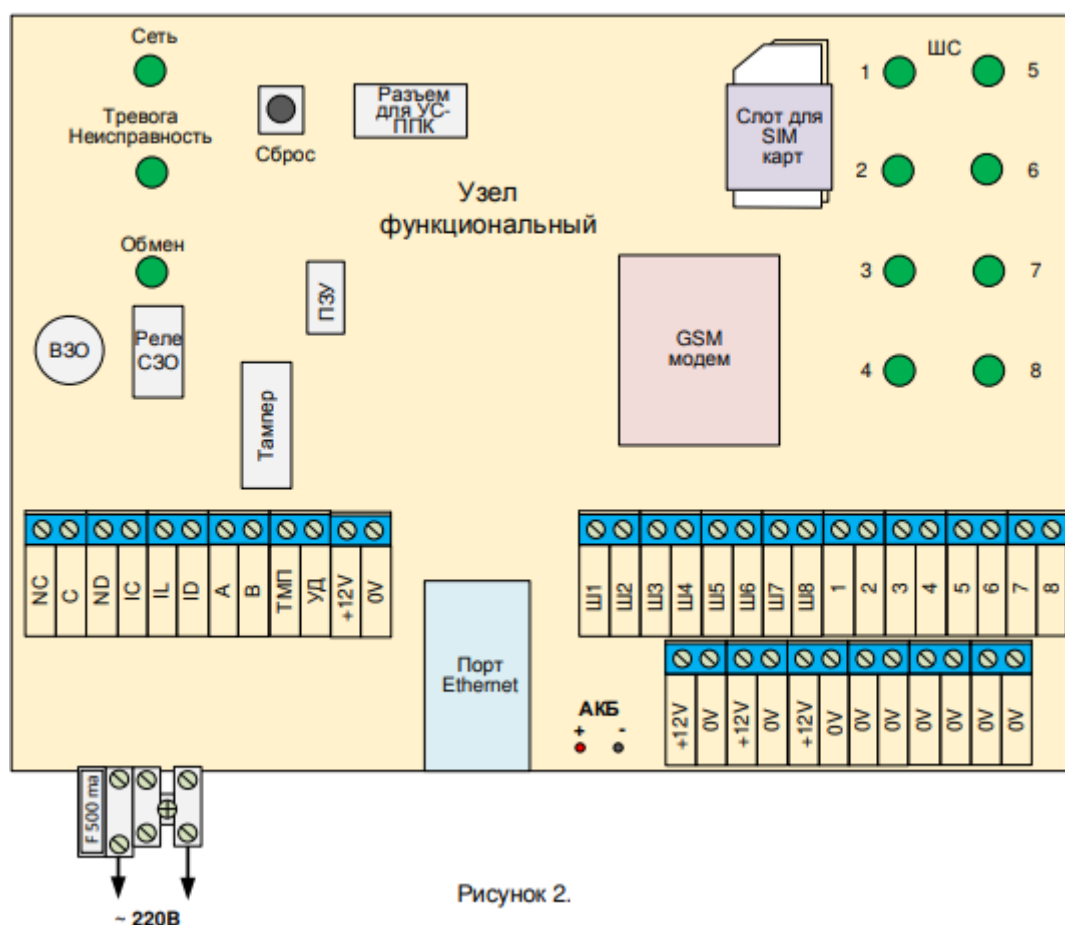

Рисунок 27. Внешний вид платы приемно-контрольного прибора «Аларм-14»
2. Все исполнения «Аларм-14» прибора выпускаются в пластмассовом корпусе. В основании корпуса устанавливается плата с элементами (Рис.27): клеммные колодки, разъём для подключения модуля УС-ППК, тампер, кнопка «Сброс», GSM-модем, разъём для подключения к ЛВС, ВЗО, слот для
3. Все входные и выходные цепи подключаются к прибору через клеммные колодки и соединители, расположенные внутри прибора (Рис.27):